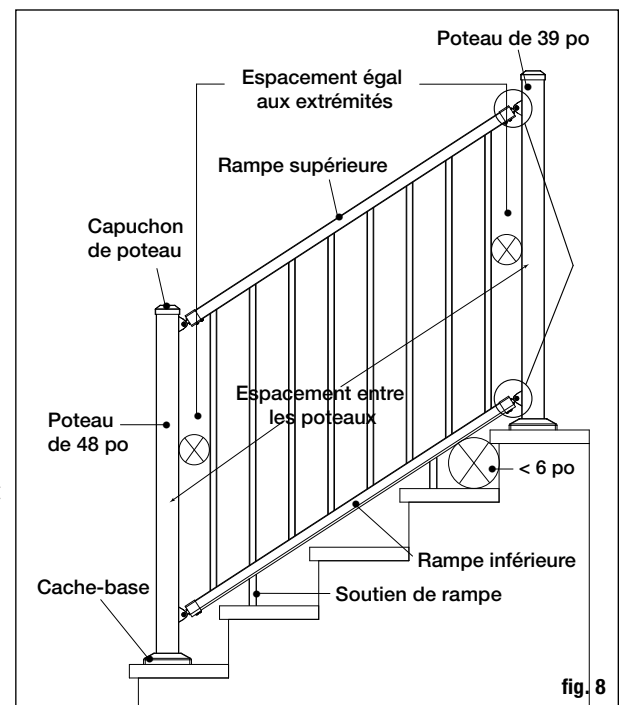

fig. 8
- Assurez-vous que l'endroit choisi pour les poteaux convient aux rampes avant de les fixer à votre terrasse. Placez les deux poteaux à leur endroit et le bas de la rampe contre le nez de l'escalier, de haut en bas et adjacent aux deux poteaux. Du côté du poteau prévu pour la rampe, mesurez à partir du haut de la rampe et assurez-vous qu'il y a un minimum de 34 po jusqu'au haut du poteau. La place des poteaux devra peut-être être ajustée pour respecter le minimum requis. Répétez cette étape pour le poteau du bas. Remarque : Une fois la rampe installée, l'espace entre les marches, les contremarches et les rampes ne doit pas laisser passer un objet sphérique de 6 po, comme illustré à la figure 8.
**Étape 2:** Mesurez l'espacement entre les poteaux installés (parallèlement à l'angle de l'escalier) pour déterminer la longueur des rampes supérieure et inférieure. Placez une rampe d'escalier sur les marches sur le dessus d'un bloc d'espacement le long du nez des marches. Assurez-vous que les garde-corps soient d'aplomb. L'espacement entre le poteau d'extrémité et le premier poteau du garde-corps doit être inférieur à 4 po et à distance égale aux extrémités. Une fois que la rampe supérieure est en place, vissez-la aux poteaux (**fig. 8**).